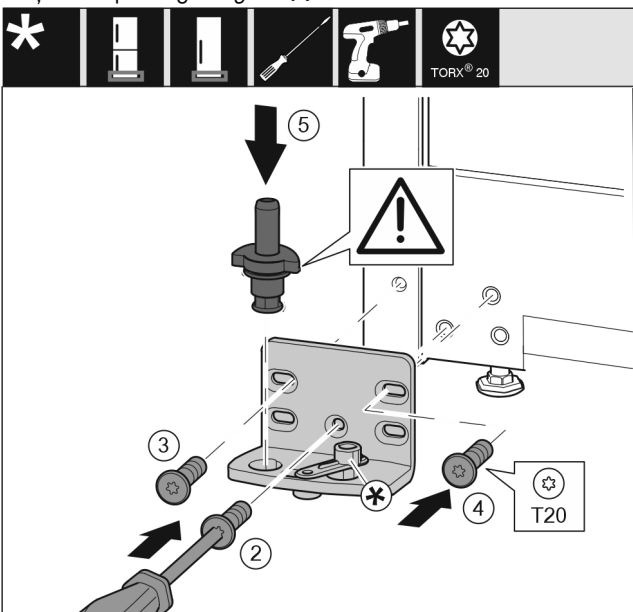

Fig. 14
- ▶ Pielieciet gultņa balstu otrajā pusē un pieskrūvējiet ar skrūvgriezi T20. Sāciet apakšā pa vidu ar skrūvi 2. Fig. 14 (2)
- ▶ Pieskrūvējiet skrūvi 3 un 4. Fig. 14 (3,4)
- ▶ Ievietojiet pilnīgi gultņa tapu. Uzmaniet, lai aiztura izcilnis būtu vērst virzienā uz aizmuguri. Fig. 14 (5)